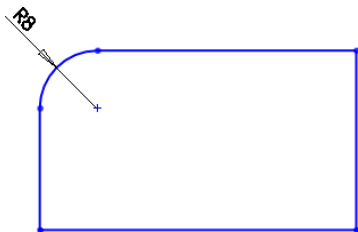

图 2-89 绘制圆角后的图形
- 04 单击【绘制圆角】对话框中的【确定】按钮，完成圆角绘制，显示结果如图 2-89 所示。